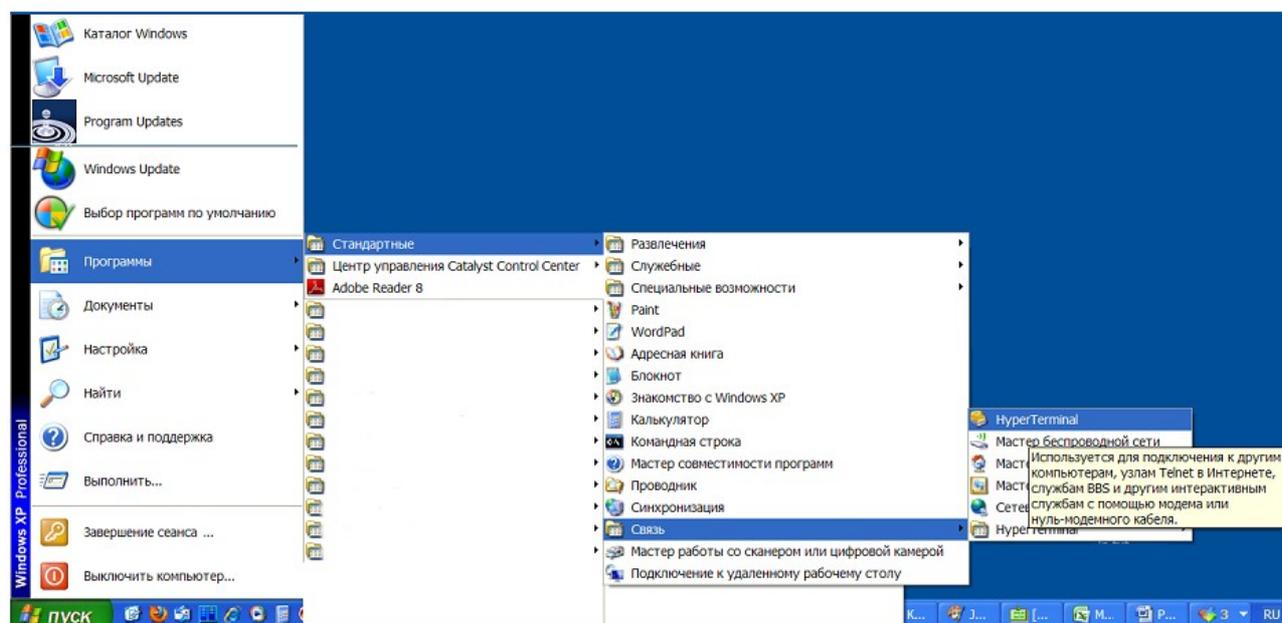

Рисунок 41
1) Для запуска программы «Hyperterminal» следует запустить приложение: «Пуск/Программы/Стандартные/Связь/HyperTerminal» (рисунок 41).